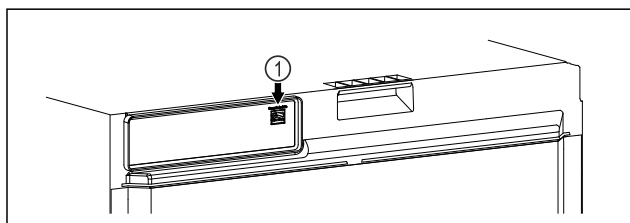

Fig. 113
- ❑ Le SmartModule Fig. 113 (1) est installé.